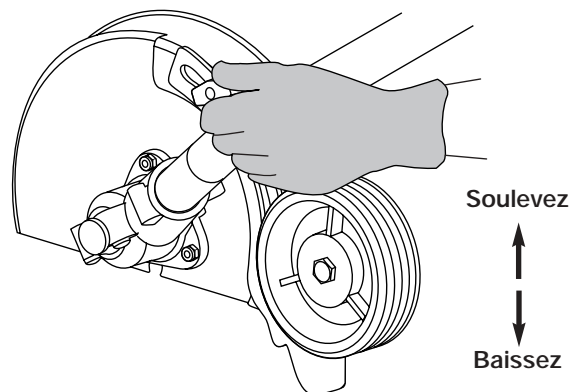

Fig. 16
1. Desserrez le bouton de réglage au-dessus de la roue (Fig. 16).